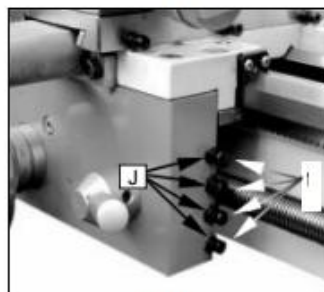

Fig. 35
Ten połowa orzechy zaręczyny Móc Być dostosowana reklama z śruby (1, rys. 35) dopasowany z zamek orzechy (J, Figa. (35) Poluzować nakrętki po prawej stronie fartucha i wyreguluj śruby regulacyjne do momentu Zarówno pół orzechów poruszać się swobodnie bez luzu. Zaciśnij nakrętka.